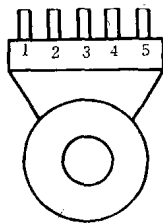

图 1
1. 由上述检查可以基本断定:主导轴电机电源和倒放电机电源无问题,微处理器 CPU 也基本无大问题,故障可能是 CPU (IC6001 MN6743) 所接收的“方式状态”信息有误。因而首先检查机械定位,手动中心皮带轮到 STOP1 位置,看各齿轮啮合位置无误,机械也无卡阻现象。再测量“方式状态”开关的②脚(如图 1)接地良好。将机械手动到出盒位置,量方式状态开关③脚接地良好,P6001⑤脚接地良好。又分别手动到 STOP1、STOP2、P6001 的⑦、⑧脚接地良好,方式状态开关无问题。